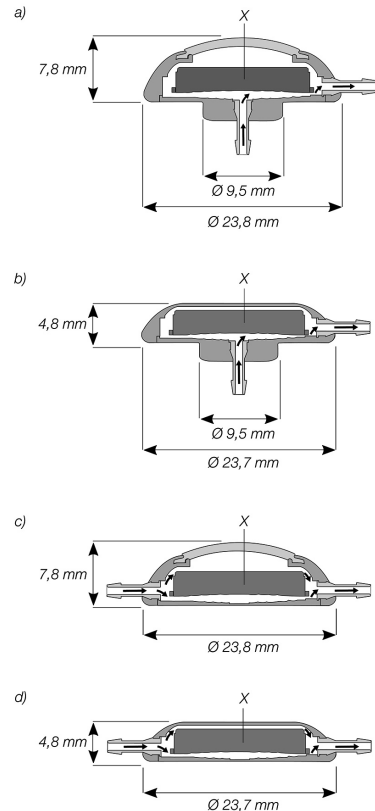

Abb. 1: M.scio mit integrierter Messzelle (X) in folgenden Varianten
M.scio ist in vier Varianten jeweils mit und ohne vorkonnectierten distalen Katheter verfügbar (Abb. 1).